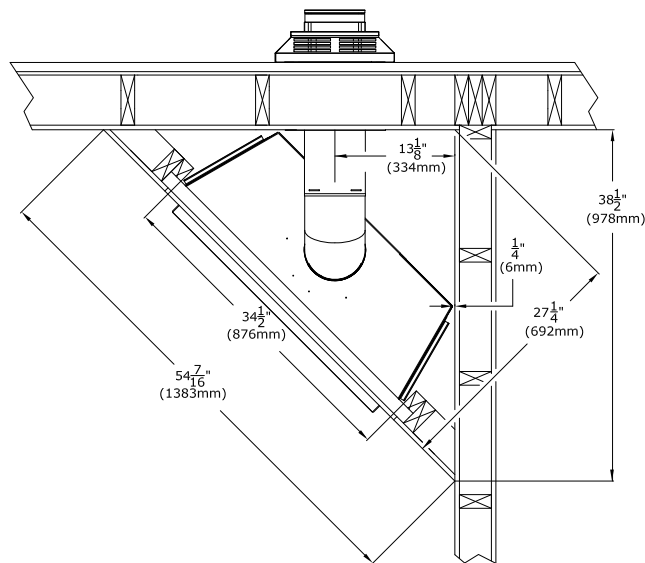

Figure 3.3 - Installations d'appareils typiques
- Voir la Figure 3.3 aux pages suivantes pour les options d'installation standard typiques.